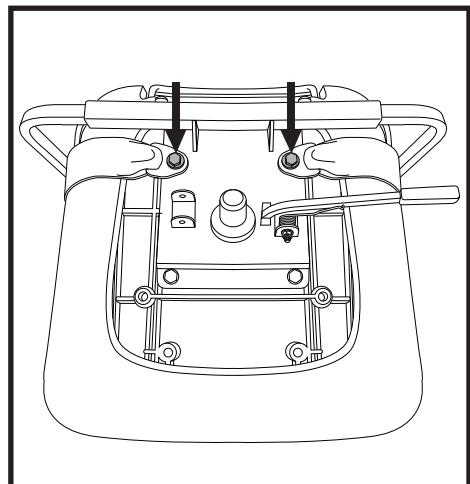

Abb. 28. Befestigungsschrauben des Rückhaltegurts
2. Sitz umdrehen, um die Unterseite einzusehen. Siehe Abb. 28.